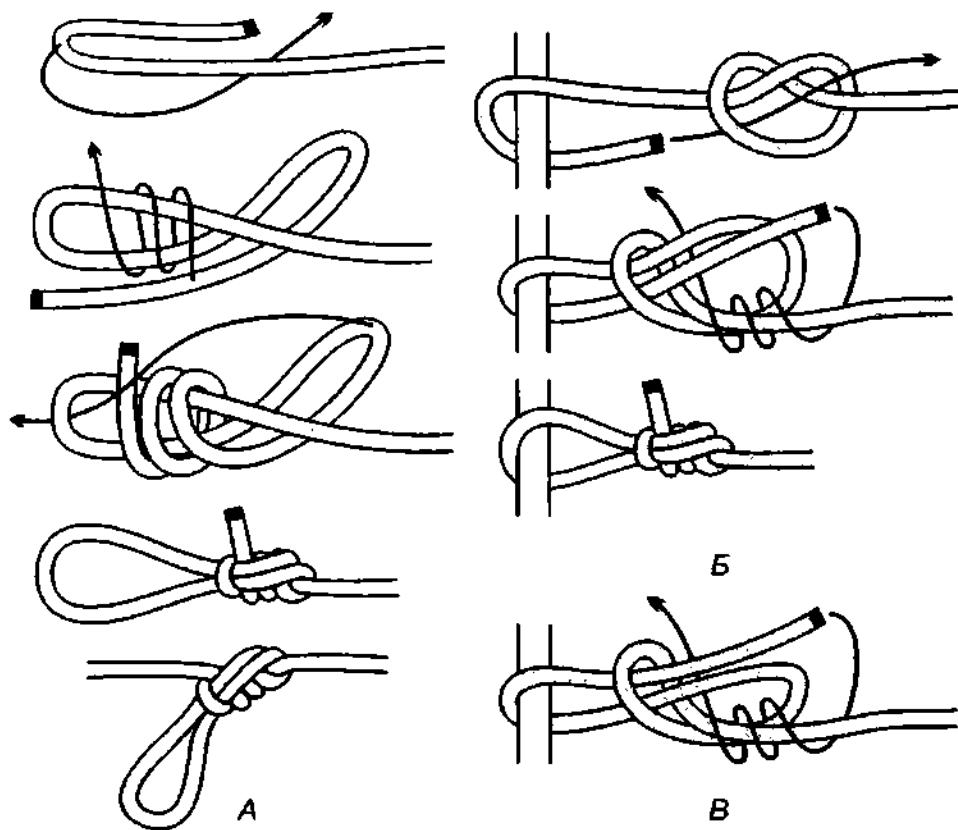

Рис. 176. *Русский булинь*, связанный с двумя шлагами. А – 1-й способ вязки; Б – 2-й способ вязки; В – вариант завязывания *русского булина* на опоре.
*Русский булинь* тую затягивается, поэтому лучше вязать его со шлагами, которые не только повышают безопасность и крепость узла, но и дают возможность очень легко и быстро его развязывать (рис. 176). Шлагов может быть от одного до восьми и более. *Русский булинь* быстро вяжется на середине длинного троса и может быть завязан на замкнутой опоре. Узел хорош ещё и тем, что петлю можно в любой момент легко и быстро отрегулировать, как бы ни был сильно затянут узел.